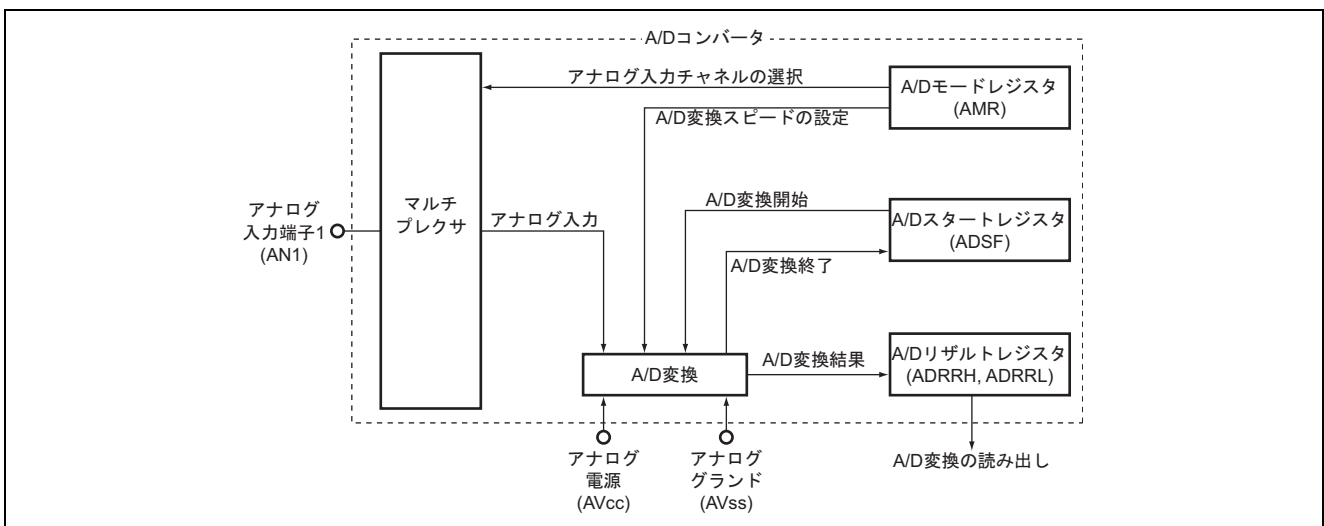

図 4 A/D コンバータのブロック図
(5) 本タスク例で使用する A/D コンバータのブロック図を図 4 に示します。